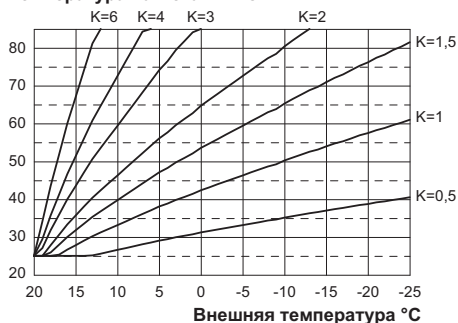
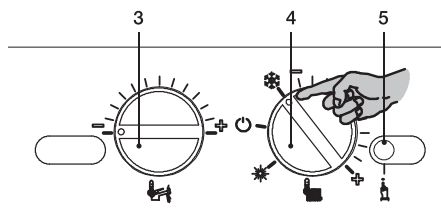
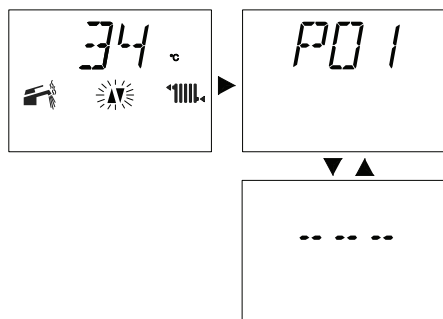

Рисунок 5.26
Рисунок 5.27
Рисунок 5.29
При подключении внешнего датчика с целью оптимизации температуры отопления данный параметр необходимо настроить с учетом производительности системы (Рисунок 5.26).
Например, чтобы обеспечить в системе отопления температуру нагнетания, равную 60 °С, когда внешняя температура равна -5 °С, необходимо установить коэффициент К на 1,5 (пунктирная линия, см. Рисунок 5.26).
- Установите регуляторы 3 и 4 так, как показа но на следующем рисунке (см. Рисунок 5.27).
- Чтобы настроить коэффициент К (см. Рисунок 5.26), войдите в режим программирования, нажав и удерживая в течение 15 с кнопку сброса 5 (Рисунок 5.27), пока на ЖК-дисплее не появится параметр P01. На ЖК-дисплее последовательно отобразятся следующие символы (параметр P01.будет загораться поочередно. Рис. 5.29
- Нажмите кнопку сброса 5 (Рисунок 5.27) и пролистайте параметры, пока не дойде те до параметра P15, предназначенного для настройки коэффициента К. На ЖК- дисплее последовательно отобразятся следующие символы (параметр P15 будет загораться поочередно с 00). см. рис. 5.30